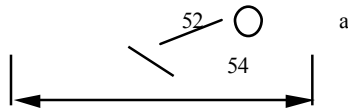

图 1
4.1.1 划改，将图样或文件上需要更改的尺寸、文字、符号、图形等用细实线划去，被划去部分应能清楚地看出更改前的内容，然后填写新的尺寸、文字、符号、图形等，在更改部位附近写上更改标记——用加圆的小写汉语拼音字母（1~2 个）表示，如：a b a1...，并用细实线将更改标记引至被更改部位，见图 1。